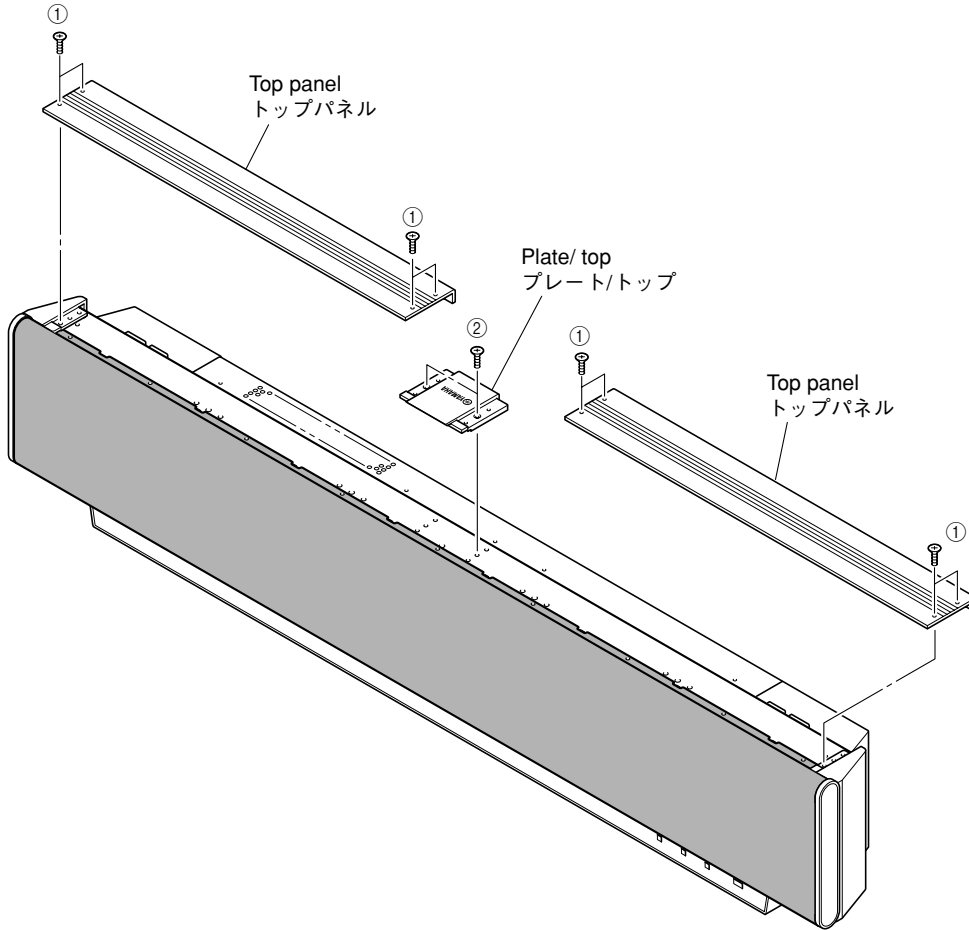

Fig. 1
- a. Remove 8 screws (①). (Fig. 1)
- c. Remove 2 screws (②). (Fig. 1)
- a. ①のネジ8本を外します。(Fig. 1)
- c. ②のネジ2本を外します。(Fig. 1)